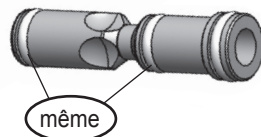

Figure 16: ensemble du Valve cylindrique
- En utilisant votre pouce, poussez délicatement l'**ensemble du Valve cylindrique** (29) pour l'enlever du **corps de la valve d'air** (26). Il y a trois joints sur la spool valve comme indiqué en Figure 16. Deux d'entre-eux ont la référence Tippmann TA30049 et le troisième joint (le plus proche de l'ouverture où s'emboîte la spool valve) a la référence TA20003.
- L'**ensemble du End cap** (32) ne peut pas être démonté. Vérifiez les quatre joints (deux n°30, un n°31 et un n°34). Ne remplacez que si c'est nécessaire.